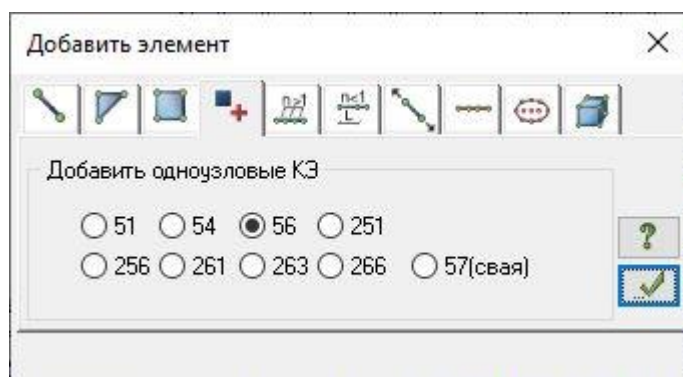

Рис.11.16. Диалоговое окно **Добавить элемент**
- При выделенных узлах фундаментной плиты вызовите диалоговое окно **Добавить элемент** (рис.11.16) на закладке **Добавить одноузловые КЭ**, выбрав команду – **Добавить одноузловые КЭ** в раскрывающемся списке **Добавить элемент** (панель **Создание** на вкладке **Создание и редактирование**).